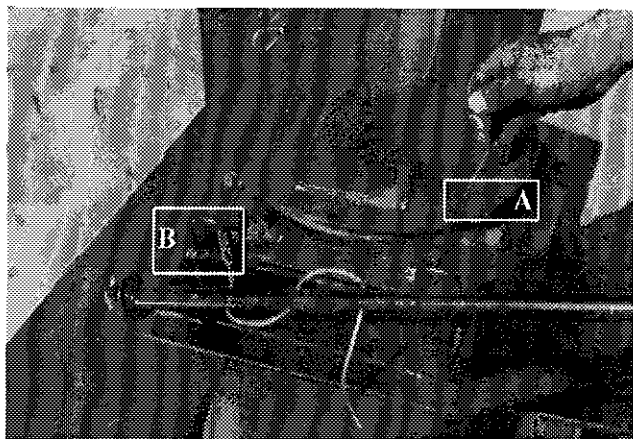

Figure 20
- 3) **Figure 20:** Faire passer le câble dans le guide câble (B) et autour de la chute dans le sens horaire. Faites le ensuite passer dans un des trous du point d'attache (A) et le fixer temporairement à l'aide de pinces.